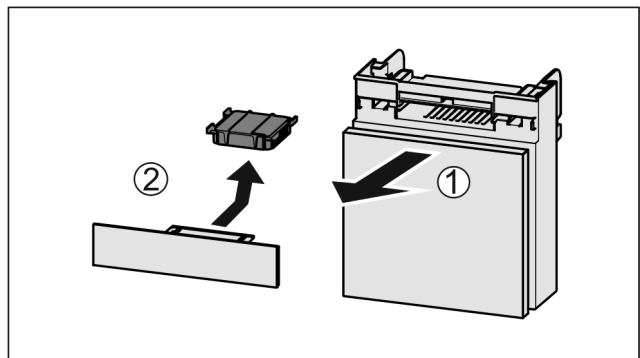

Fig. 111
- ▶ Trekk ut Fig. 111 (1) hyllen fremover.
- ▶ Ta ut Fig. 111 (2) aktivkullfilteret.